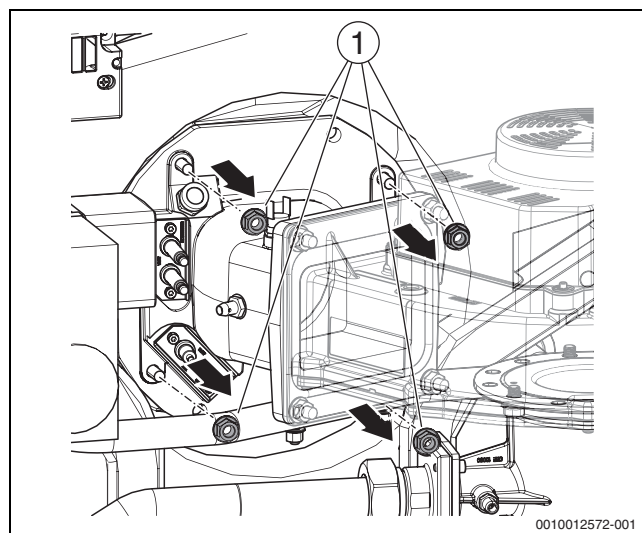
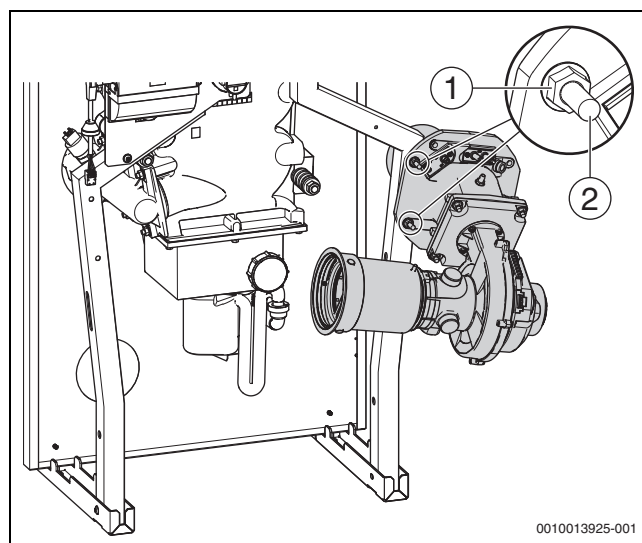

Fig. 46 Desserrage de l'écrou du mélangeur coudé
Fig. 47 Brûleur en position d'entretien (montage droit)
- Insérer le brûleur avec la bride sur les vis montées en usine (→ Fig. 47, [2]) et le fixer avec les deux écrous de fixation auparavant (→ Fig. 46, [1]).